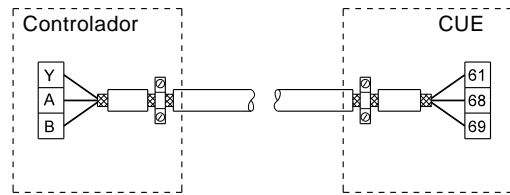
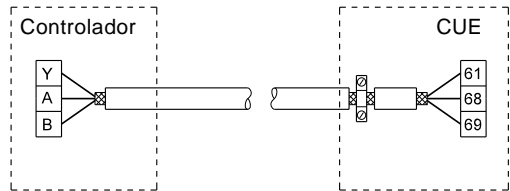

Fig. 40 Ejemplo de conexión de un cable de bus de 3 conductores con pantalla conectada en ambos extremos
Fig. 41 Ejemplo de conexión de un cable de bus de 3 conductores con pantalla conectada en el CUE (controlador sin abrazaderas para cables)
- Conectar la pantalla a tierra en ambos extremos tanto para cables de señal como para cables de motor. Ver fig. 40. Si el controlador no tiene abrazaderas para cables, conectar sólo la pantalla al CUE. Ver fig. 41.